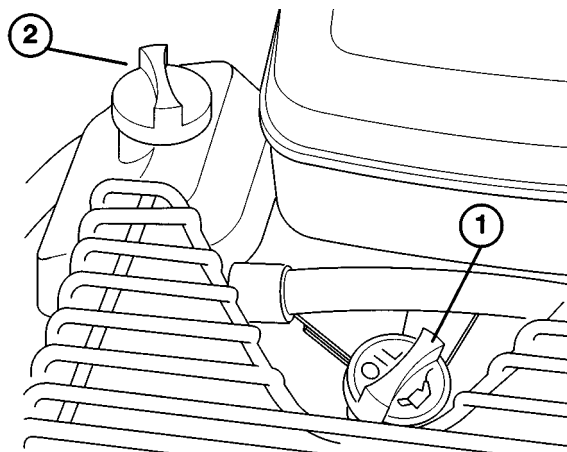

Bild 2
7. Die Batterie mit den Batteriegewindeschrauben, der Klemme, den Scheiben und Flügelmuttern (Bild 2) absichern.
2. Den Ölmesstab entfernen und mit einem sauberen Lappen abwischen. Den Ölmesstab in das Messstabrohr stecken und sicherstellen, dass er vollständig eingeführt ist. Den Messstab herausziehen und den Ölstand ablesen (Bild 2). Bei niedrigem Ölstand soviel Öl nachfüllen, bis dieser die VOLL-Marke am Messstab erreicht.
1. Den Tankdeckel (Bild 2) abschrauben und den 17 l Tank bis 25 mm unter der Oberseite mit unverbleitem Benzin befüllen. Den Tankdeckel wieder fest aufschrauben.